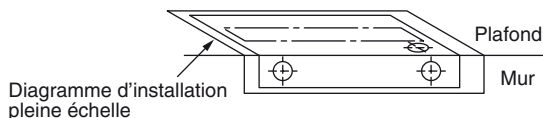

Fig. 3-5
(1) Placer le schéma grandeur naturelle (fourni) sur le plafond à l'endroit où vous voulez installer l'unité intérieure. Utiliser un crayon pour marquer les trous à percer (Fig. 3-5).